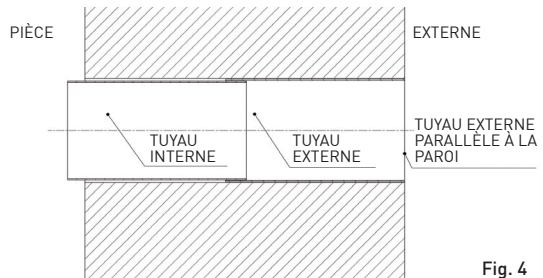

Fig. 4
3. Insérez le tuyau télescopique en vous assurant que le tube le plus large soit parallèle au mur externe (fig. 4).